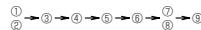

Fig. 4-1
- Преди да започнете работата по модула, отворете ГОРНА ЧАСТ НА КОРПУСА НА COMP и ПРЕДНА ЧАСТ НА КОРПУСА НА COMP и отстранете фиксиращите части COMP. (Fig. 4-1)